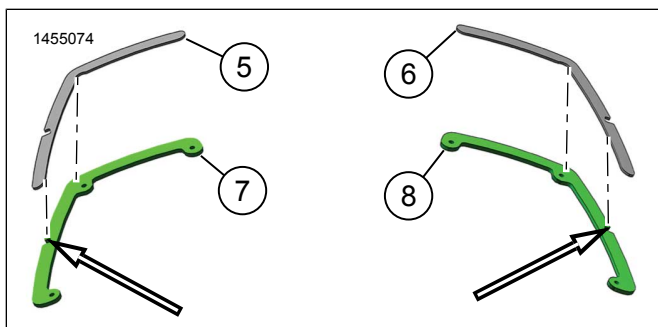

Figure 8.
7. Voir la figure 8. Positionner les patins supports (5 et 6) avec les bandes adhésives orientées vers les supports de protection (7 et 8) et à l'opposé de la grille.